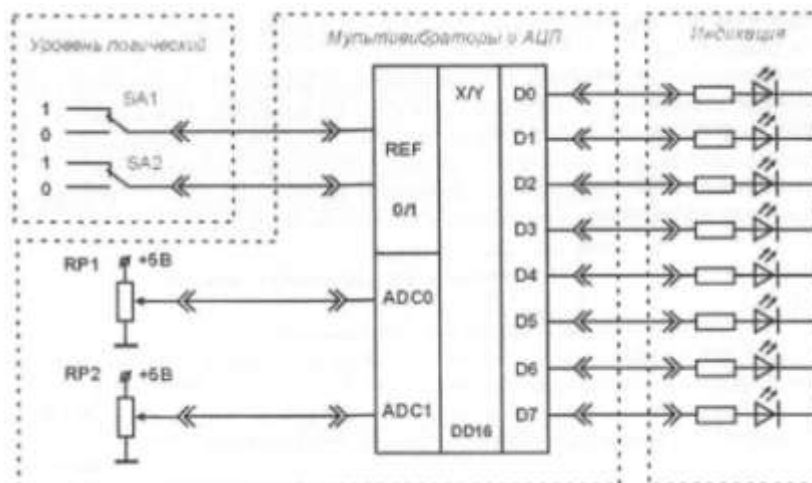

Рисунок 15 - Схема соединений для исследования АЦП
2. Снять зависимость выходного напряжения АЦП (в цифровом коде) от напряжения на входе. Для этого собрать схему (рис. 15), подключив аналоговые входы к входам потенциометров RP1 и RP2. Соединить выходы тумблеров SA1 и SA2 со входами разрешения REF и выбора сигнала 0/1. Соединить выходы АЦП со светодиодами индикации.